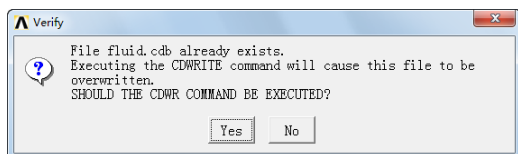

图 9-131 “Verify”对话框
⑪依次选择 Main Menu→Solution→Run FLOTTRAN 命令，求解一段时间后会弹出“Verify”对话框，如图 9-131 所示，单击“Yes”按钮关闭该对话框继续求解。